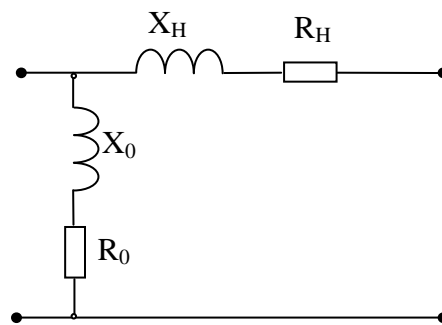

Рис.4.3.4
4.3.4. Определить параметры Г-образной схемы замещения (рисунок 4.3.4) однофазного трансформатора номинальной мощностью $S_H=2,5$ кВА по данным опытов холостого хода и короткого замыкания: $U_{1H}=220$ В, $U_{2H}=127$ В, $I_{10}=1,4$ А, $P_X=39$ Вт, $U_{1K}=8,8$ В при $I_{1K}=I_H$, $P_K=80$ Вт.